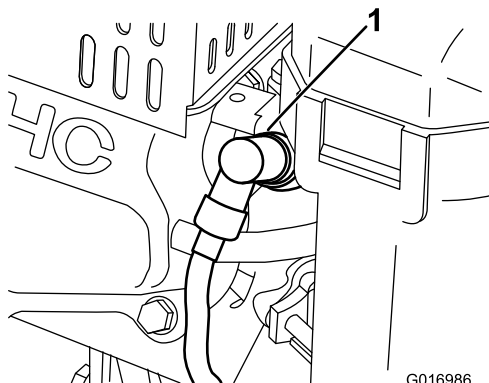

Figura 38
1. Retire el cable moldeado de la bujía (Figura 38).